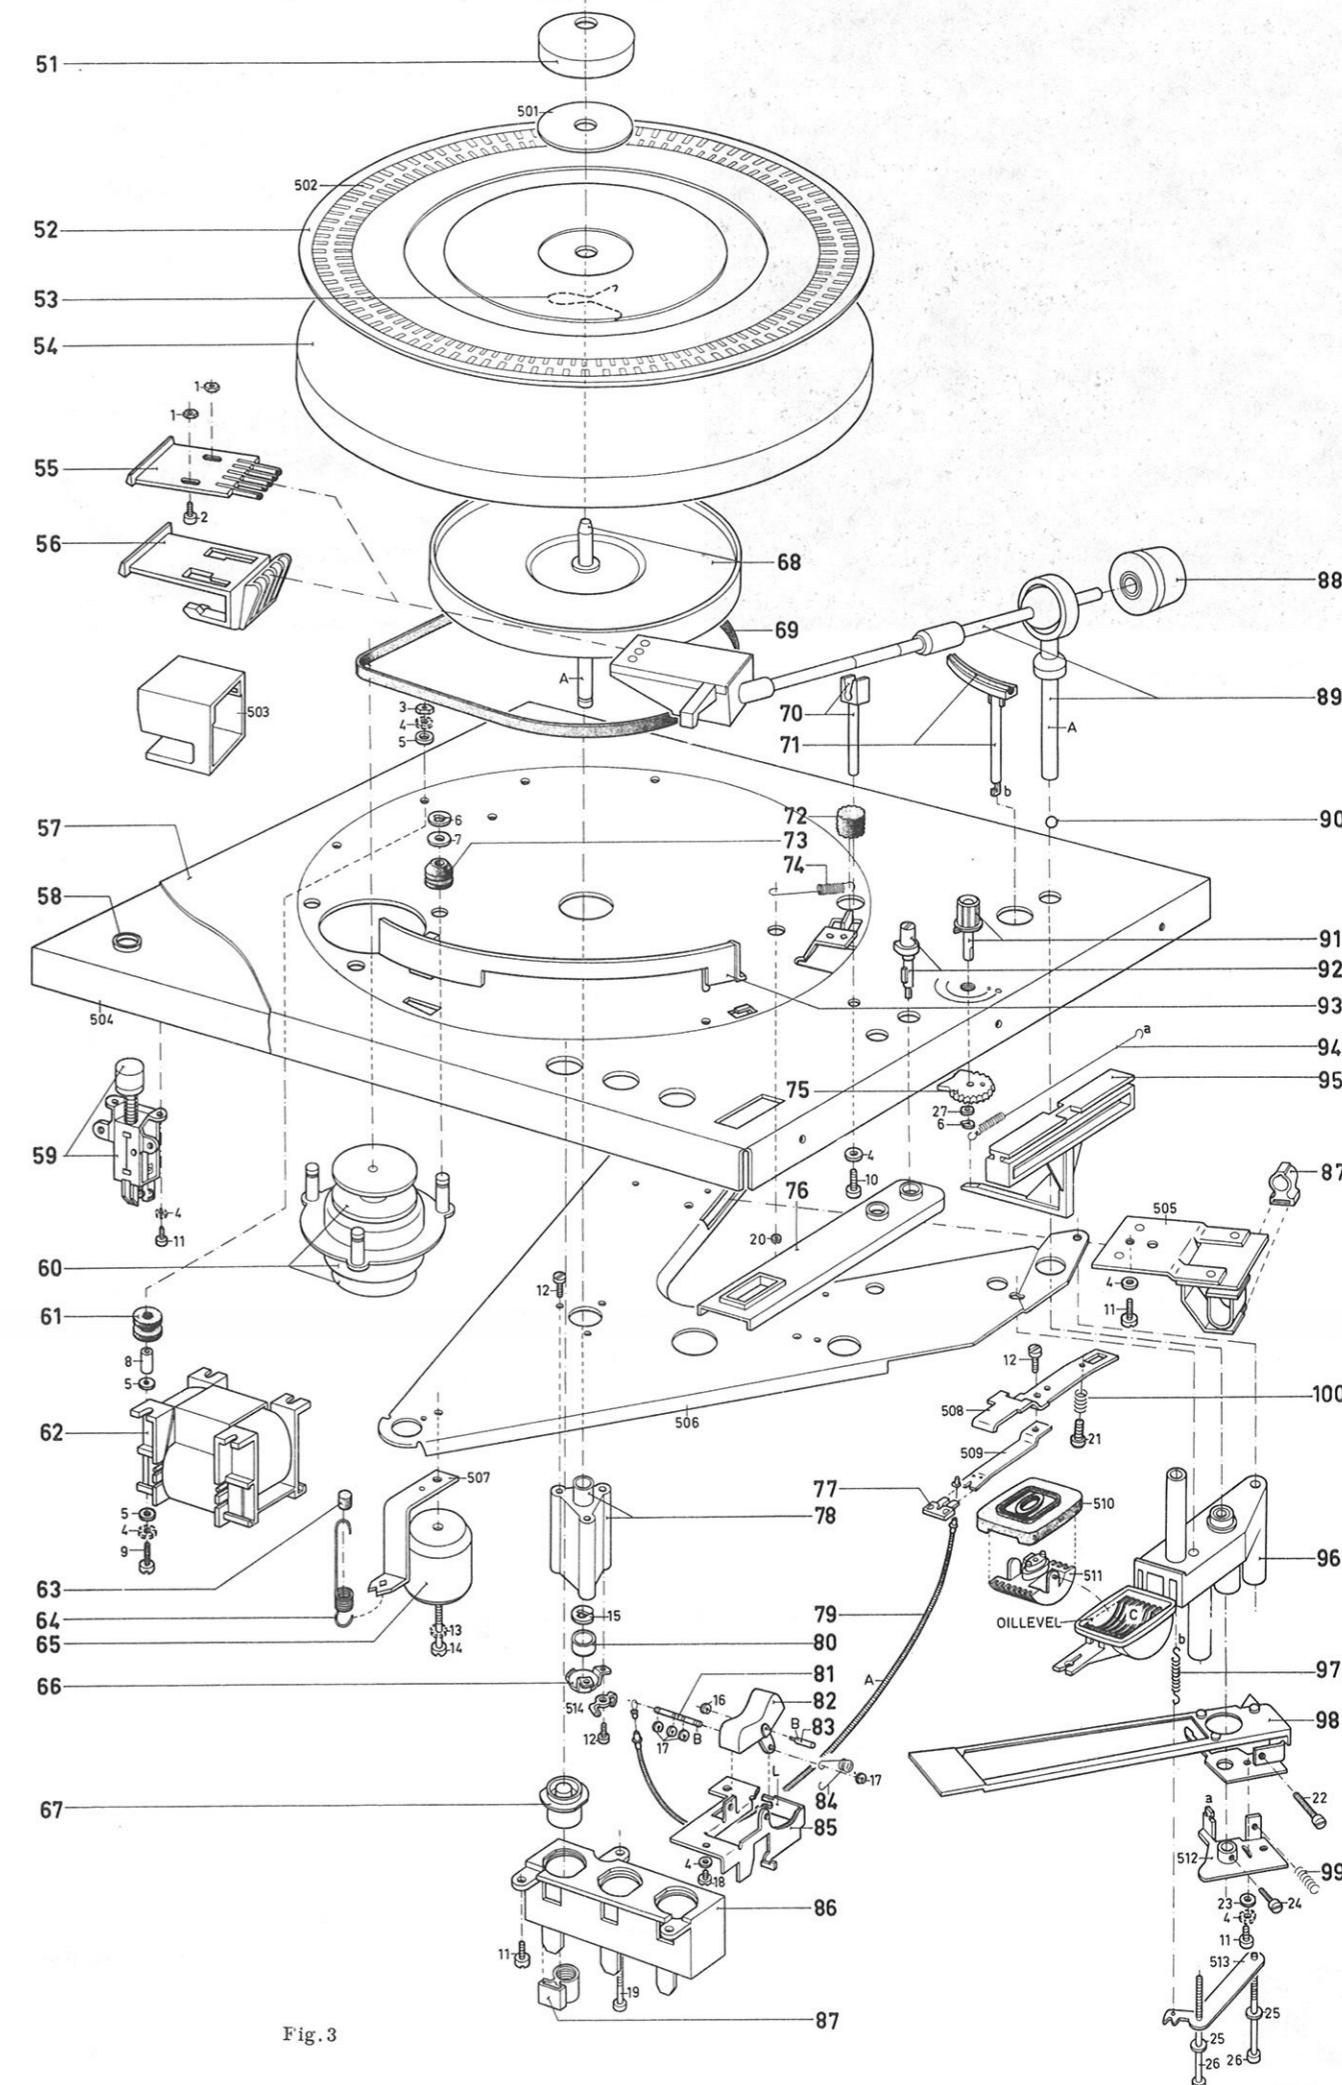

Fig. 3
2. In the playing position with the P.U. stylus on the record, the clearance between the upperside of lift 71 and the lower side of P.U. arm 89 must be about 0.5 mm. Adjust this clearance by bending tag L of bracket 85 (Fig. 3).
3. When P.U. arm 89 has been raised by lift 71, the clearance between the stylus tip of the P.U. head and the turntable mat must be 8 mm. Adjust this clearance by turning set screw 21 (Fig. 3).
Régler en recourbant la languette L de l'étrier 85 (fig. 3).
Régler en ajustant la vis de réglage 21 (fig. 3).
2. En posición de reproducción, con la aguja del tocadisco sobre el disco, la distancia entre la parte superior del ascensor 71 y la parte inferior del brazo fonocaptor 89 debe valer aproximadamente 0,5 mm. Esto puede ser ajustado doblando el labrio L de la abrazadera 85 (fig. 3).
3. Cuando el brazo fonocaptor 89 es levantado por el ascensor 71 la distancia entre la punta de la aguja de la cabeza fonocaptora y la estera de la mesa debe valer 8 mm. Esto es ajustable mediante el tornillo de ajuste 21 (fig. 3).
Instellen door lip L van beugel 85 te verbuigen (fig. 3).
Instellen door instelschroef 21 te verdraaien (fig. 3).
Einstellen erfolgt durch Biegen der Zunge L von Bügel 85 (Abb. 3).
Einstellen erfolgt durch Justieren der Stellschraube 21 (Abb. 3).